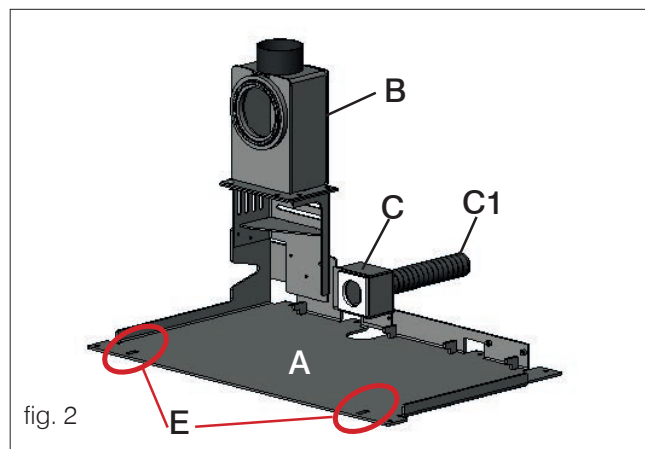
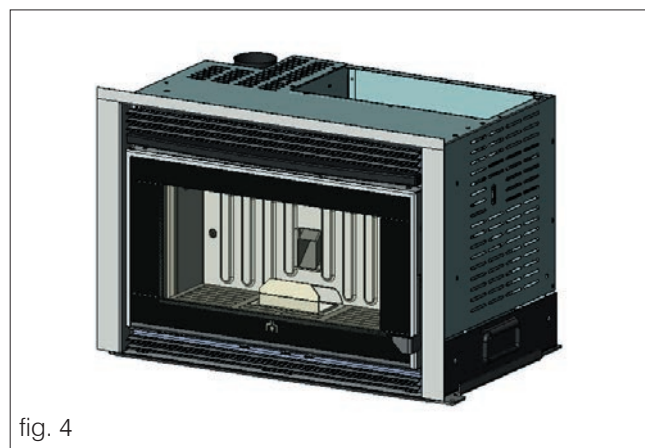

fig. 2
fig. 4
- Fixer la plaque de base (A - fig. 2) sur la base en introduisant des boulons à travers les trous pratiqués sur le pourtour de la plaque (X - fig. 5).
- Remettre en place l'insert (fig. 4) en le faisant glisser dans la plaque de base (A - fig. 2) jusqu'en fin de course (l'insert devra s'emboîter dans les deux fentes (E - fig. 2) présentes dans la partie avant de la plaque de base (A - fig. 2), en veillant à ce que les deux plaques n'écrasent pas le câble d'alimentation.